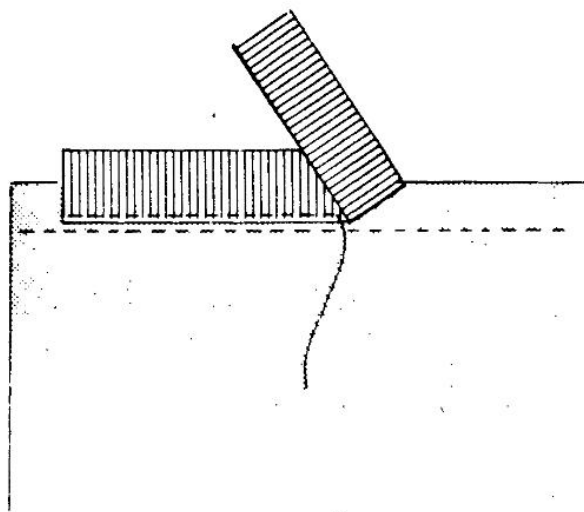

Рис. 273
4. Приколите или приклейте корсажную тесьму к лицевой стороне изделия так, чтобы ее край лежал в 3 мм от линии шва. Притачайте (рис. 273).